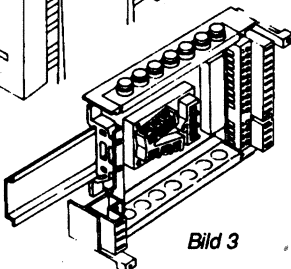

Bild 3
1.2. Montage auf Tragschienen nach DIN 46277 (Bild 3)